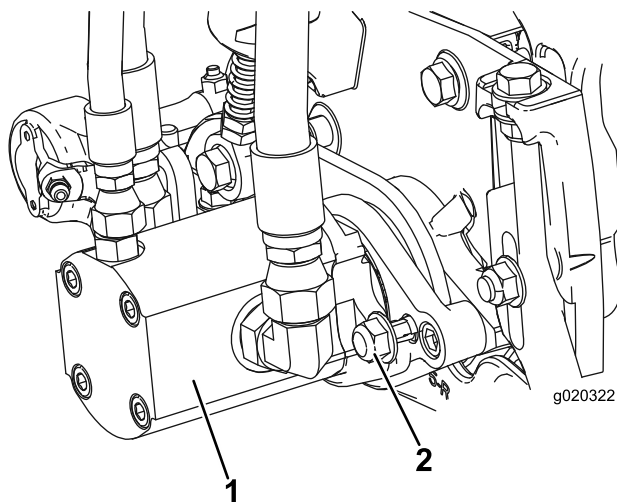

Figura 13
3. Instale o motor rodando-o no sentido dos ponteiros do relógio de forma que as flanges do motor se afastem das porcas de bloqueio (Figura 13).